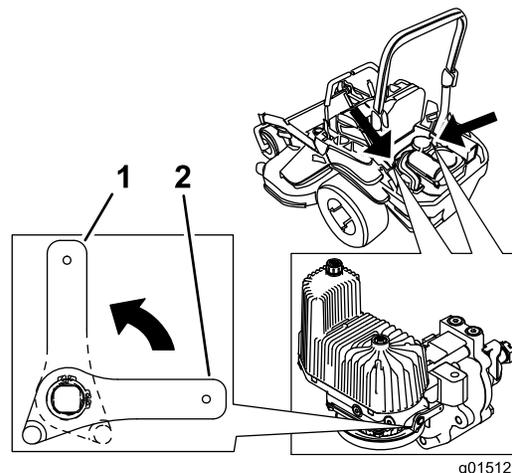

Figure 32
2. Tournez les leviers des vannes de déblocage en position verticale pour pousser la machine. Cela permet au liquide hydraulique de contourner la pompe et aux roues de tourner (Figure 32).
4. Tournez les leviers des vannes de déblocage en position horizontale pour utiliser la machine (Figure 32).